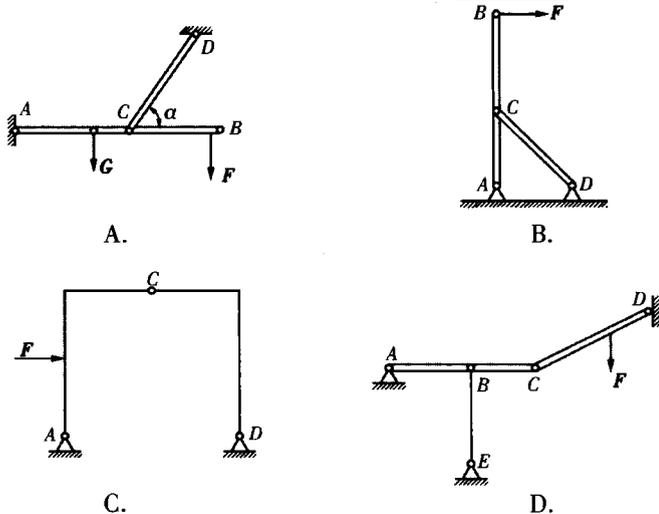

图 2-7
3. 如图 2-7 所示的结构中,CD 杆不属于二力杆的是\_\_\_\_\_。